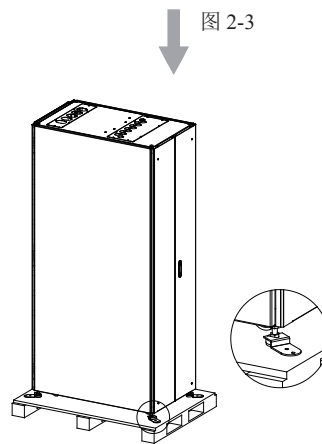

图 2-4
4. 用扳手下卸机柜底部固定支脚的螺丝并调节固定支脚的高度（图 2-4）。